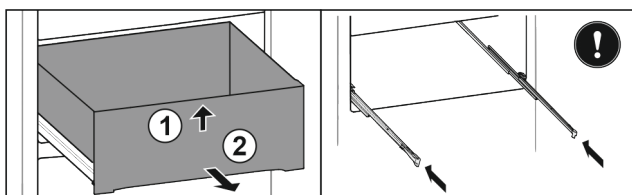

Fig. 28*
- ▶ Unieść szufladę z przodu Fig. 28 (1).*
- ▶ Wyjąć do przodu Fig. 28 (2).*